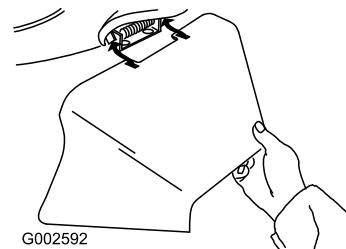

Figure 30
3. Montez l'éjecteur latéral et rabatbez le volet sur l'éjecteur (Figure 30).